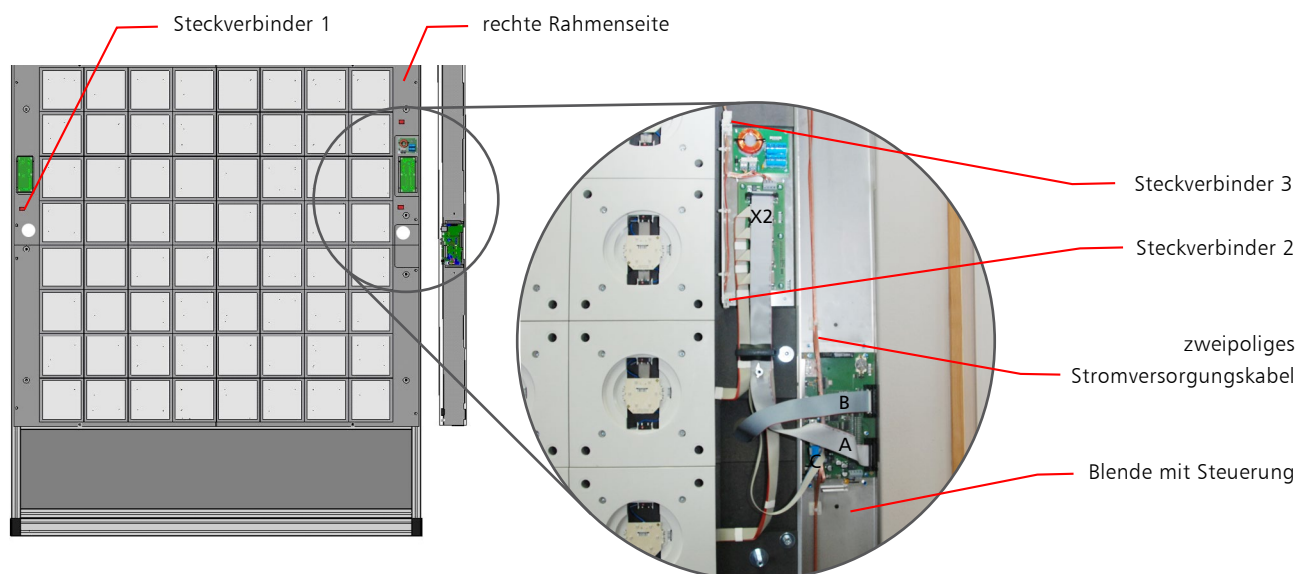

Abb. 3.1-36
ACHTUNG: Die Stecker und Kabel sind zu diesem Zweck nummeriert und müssen exakt nach der Nummerierung verbunden werden (**Abb. 3.1-36**)!
Schritt 27: Schließen Sie jetzt noch die Stromversorgung für die Tastfelder an. Die Positionen der Stecker finden Sie in **Abb. 3.1-36**.